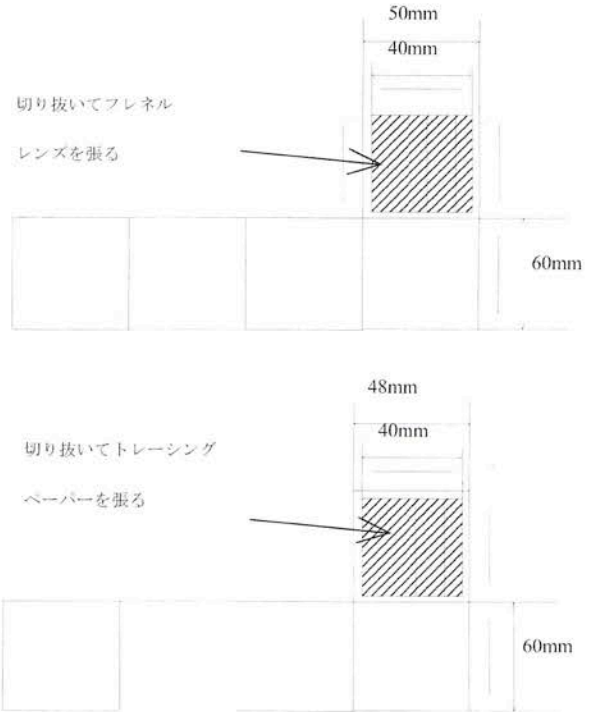

図3 カメラの展開図
(1) 工作用紙を切り抜き、フレネルレンズをセロハンテープで張り、箱を作ります(図3上)。
(2) (1)と同じようにしてトレーシングペーパーを貼ります(図3下)。